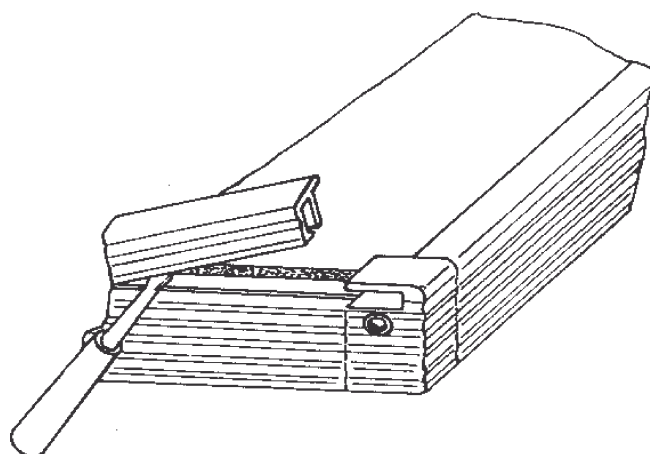

рис.6
- снимите (используя отвертку) нижний молдинг дверцы, снимите панель (рис. 6);